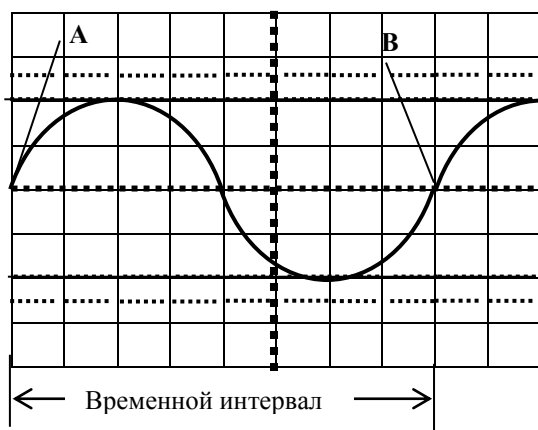

Рисунок 2.9 – Измерение временного интервала
- ручками « \leftrightarrow » и « Φ » (нужного канала) выставьте две точки измерения (А и В) на центральную горизонтальную линию шкалы (рисунок 2.9);